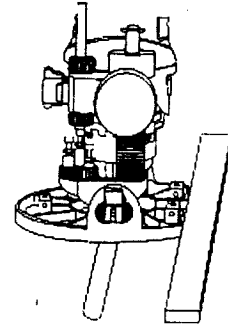

Fig. 20
1. Dibuje la línea en el sitio de la pieza en donde desee hacer el corte (vea la fig. 20).